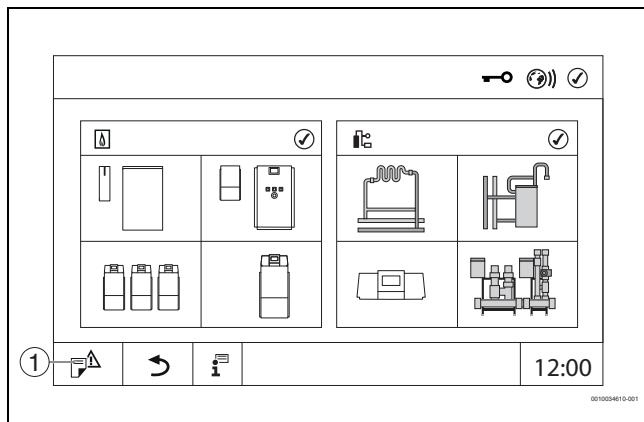

Рис. 18 Вызов сервисное меню (пример)
- Нажмите символ (→ рис. 18, [1]) и удерживайте его в течение ок. 5 секунд.